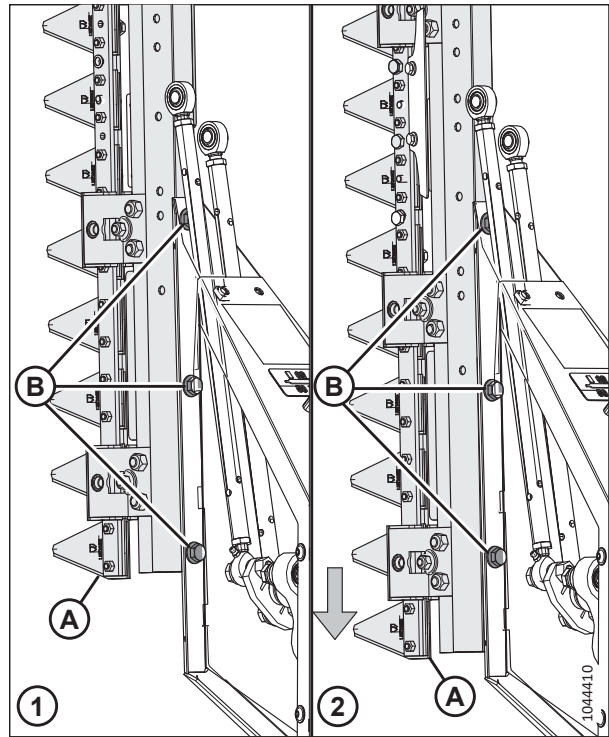

Figura 4.379: Regolazione della posizione delle lame
13. Sostenere il gruppo lame (A).
14. Rimuovere i bulloni e le rondelle (B). Pulire eventuali tracce di frenafili presenti sui bulloni.
16. Riposizionare il gruppo lame (A) finché i fori di configurazione corretta non si allineano con i fori sul telaio. Vedere la Figura 4.379, pagina 524.
17. Installare i bulloni (B). Serrare i bulloni alla coppia di 54 Nm (40 libbre forza per piede).